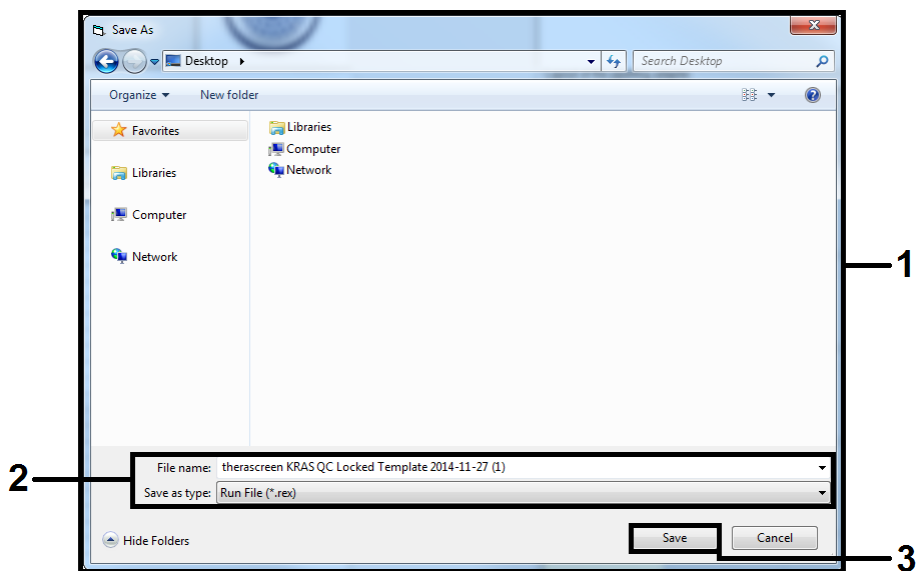

Abbildung 17. Speichern der Laufdatei.
18. Wählen Sie im Fenster „Save As“ (Speichern unter) einen geeigneten Dateinamen aus und speichern Sie den PCR-Lauf als \*.rex-Laufdatei am ausgewählten Speicherort (Abbildung 17).